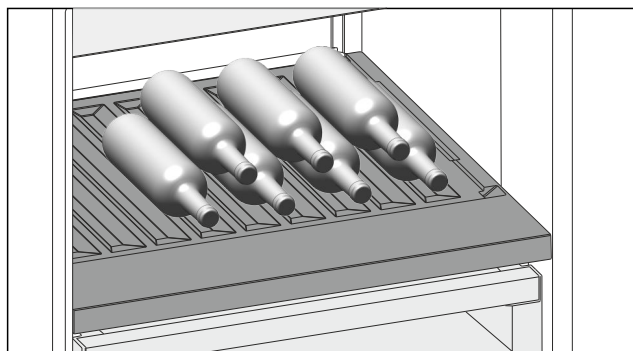

Fig. 193 Immagine a titolo di esempio
- Inserire le bottiglie con il fondo rivolto verso la parte posteriore. (vedere *Fig. 193*)